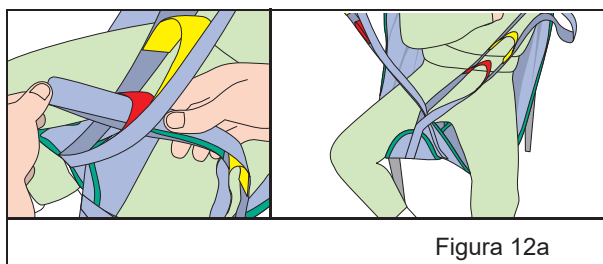
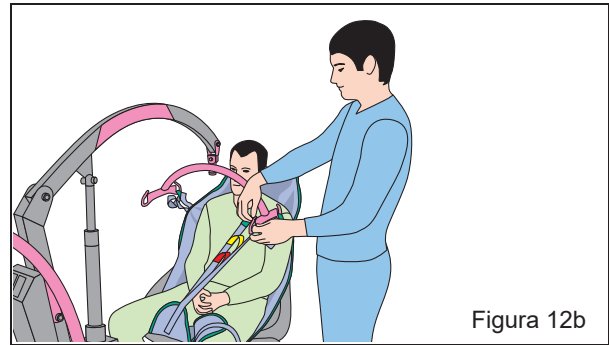

Figura 12a
Figura 12b
6. A continuación, amarre las cintas de las piernas a los puntos de sujeción del bastidor. Es decir, las cintas se amarran a los ganchos opuestos. A la hora de hacer el amarre transversal, pase una de las cintas a través de la otra (véase la figura 12a). Utilice las cintas que se adapten mejor a la complexión del paciente (véase la figura 12b). Las cintas de ambas piernas deben ser del mismo color.